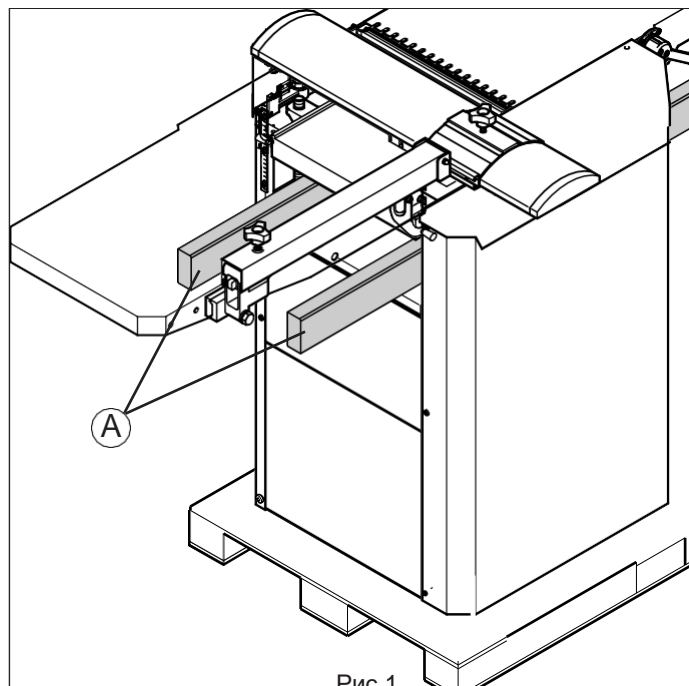

Рис.1
- несколькими лицами. Здесь машина переносится с помощью несущих ремней или двух досок "А" (Рис.1), размещенных под толстой станиной.